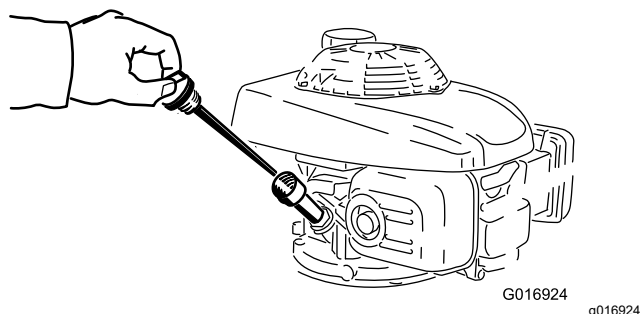

Figura 31
3. Retire la varilla (Figura 31).